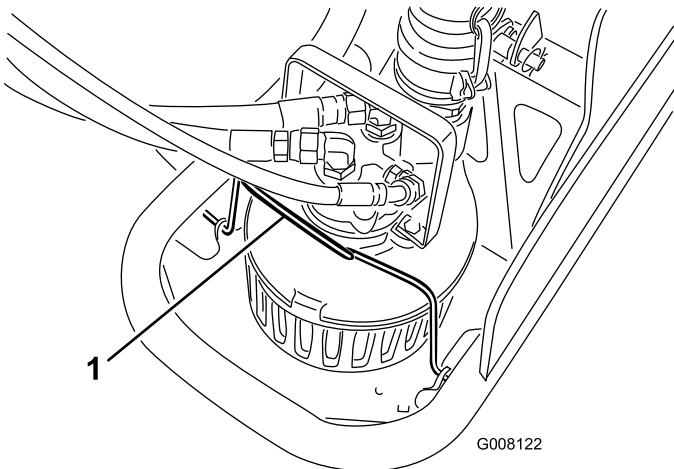
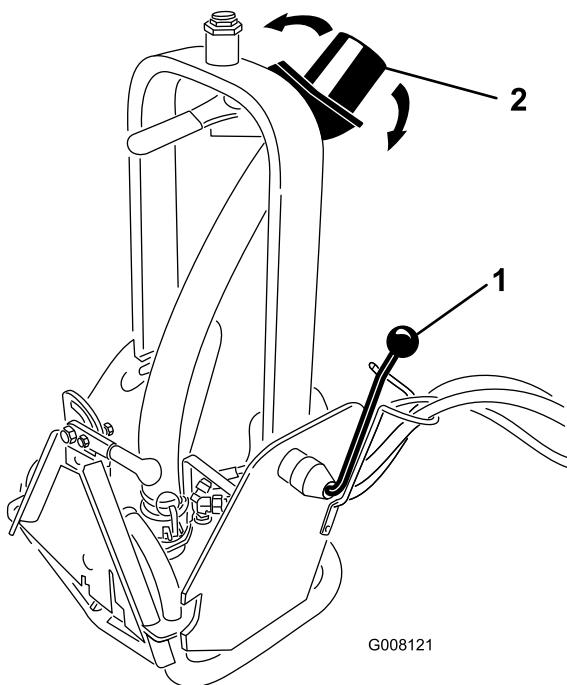

Bild 9
Bild 10
2. Stellen Sie sicher, dass die Pumpenklemme (Bild 9) und der Sperrgriff (Bild 10) fest sind, bevor Sie die Pumpe einsetzen.